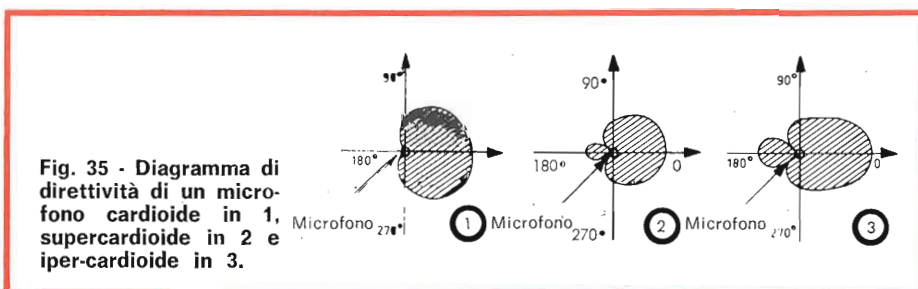

Fig. 35 - Diagramma di direttività di un microfono cardioidale in 1, supercardioide in 2 e iper-cardioide in 3.
c) **I microfoni unidirezionali** - fig. 35 captano i suoni in un'unica direzione. Tutto ciò che si trova a lato o dietro il microfono non viene captato se non in modo debolissimo.